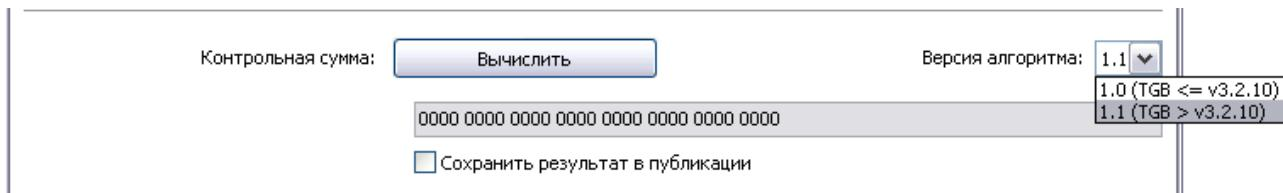

Рис. 194
2. Перед вычислением значения **Контрольной суммы** публикации необходимо выбрать версию алгоритма (Рис. 194).